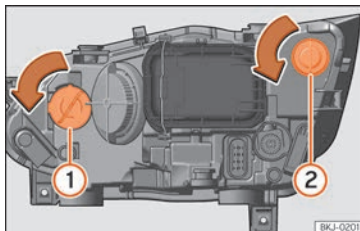

Abb. 56 Im Motorraum: Glühlampe Blinker ① und Glühlampe DRL-Licht (Tagfahrlicht) ②.
- Drehen Sie den Lampenträger » Abb. 56 ① oder ② nach links und ziehen Sie.